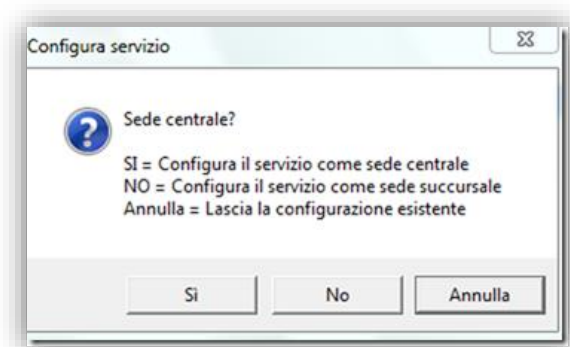

Figura 2
- Installare l’ultima versione presente sul sito del Servizio Elaborazione/Scarico Timbrature. Si tratta di una installazione guidata, ma a differenza della stessa installazione eseguita in centrale, se non sono presenti aree axios installate, non appare la domanda di cui alla Figura 2